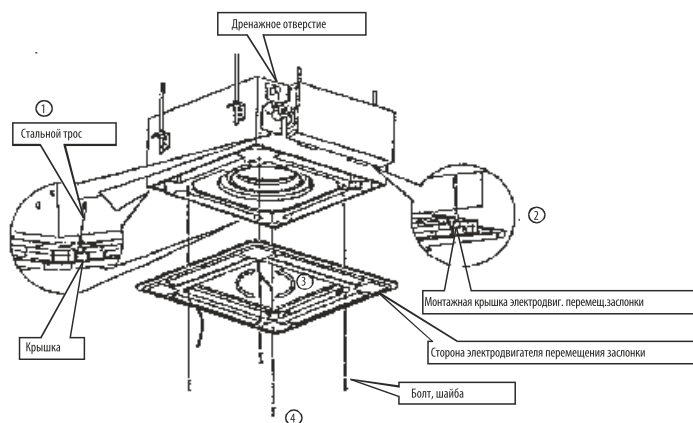

Рис. 23
**(2) Смонтируйте панель**
- a. Выровняйте электродвигатель перемещения заслонки на панели по расположению приемника конденсата на корпусе устройства (см. рис. 23).
- b. Прикрепите четыре фиксирующих троса корпуса устройства к монтажной крышке, а также остальным трем крышкам двигателя поворотной заслонки (см. рис. 23).
- c. С помощью винтов M5x16 и шайб закрепите панель на корпусе (см. рис. 23).